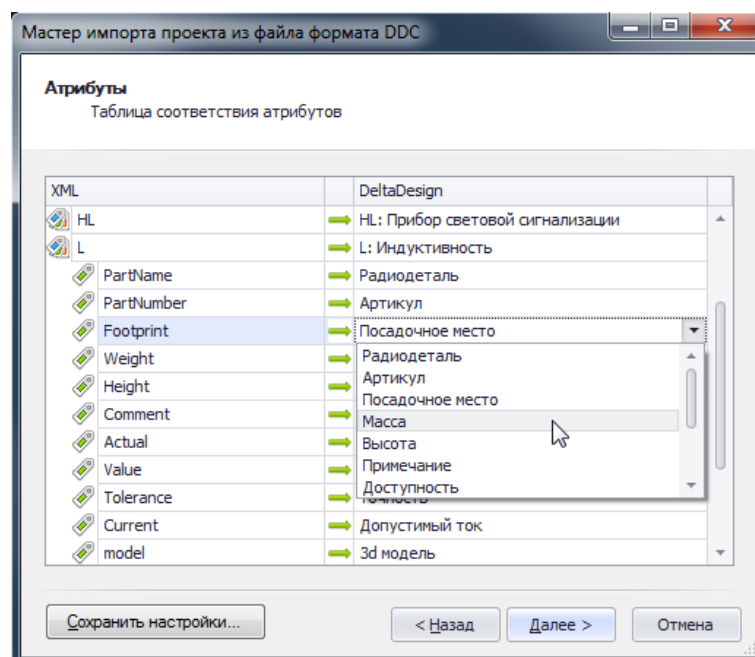

Рис. 352. Сопоставление атрибутов при импорте
- В следующем окне мастера представляется информация по импортируемым атрибутам компонентов, используемых в проекте, см. Рис. 352. В левом столбце указывается значения атрибутов, которые содержатся в импортируемом проекте. В правом столбце можно указать необходимость импорта атрибута, и сделать сопоставление импортируемого атрибута с тем, который присутствует в системе.